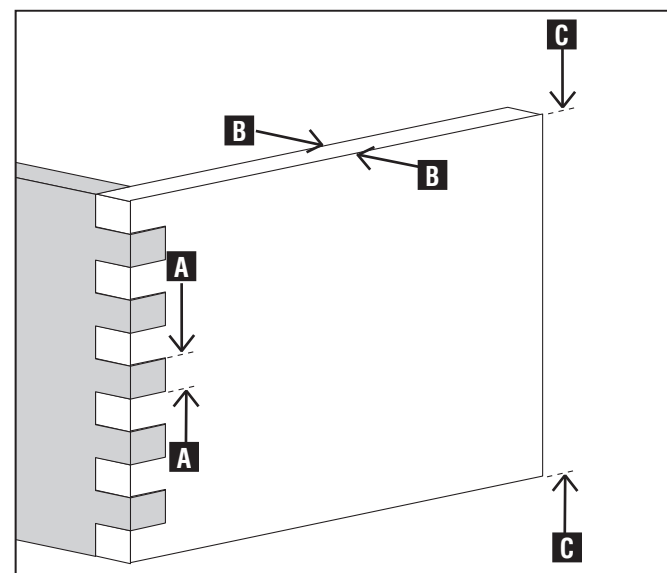

Fig. I3
Le tableau ci-dessous indique l'épaisseur maximum de la planche (B) fig. I3 et les largeurs minimums des saillies (A) qui peuvent être façonnées à partir de ces ensembles :